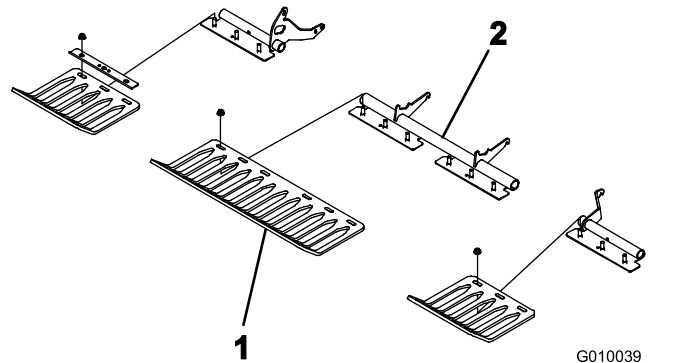

图24
4. 使用 4 个护草板夹具和 12 个凸缘螺母，将护草板松松地安装到护草板支架上（图24）。切勿将紧固件拧得过紧。
注意： 护草板夹具和凸缘螺母在出厂时已固定到护草板支架上（图24）。